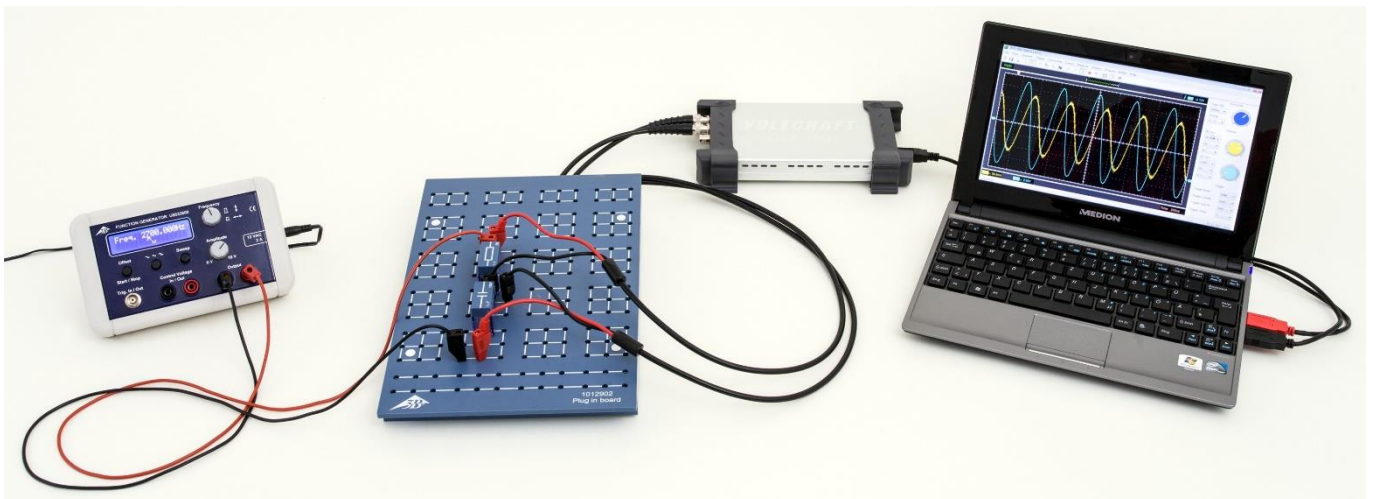

Fig. 1: Disposizione per la misurazione
- Realizzare la disposizione per la misurazione (Fig. 1) secondo lo schema elettrico (Fig. 2) con la resistenza $R=1\ \Omega$ e uno dei condensatori $C=1\ \mu\text{F}$.